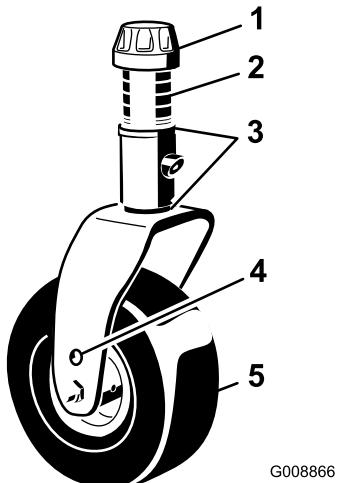

Figura 26
- Ajuste os calços de 3 mm na(s) forquilha(s) da roda giratória de forma que coincidam com altura de corte fixada no autocolante (Figura 26); consulte Ajuste da inclinação da plataforma do cortador \(página 61\).